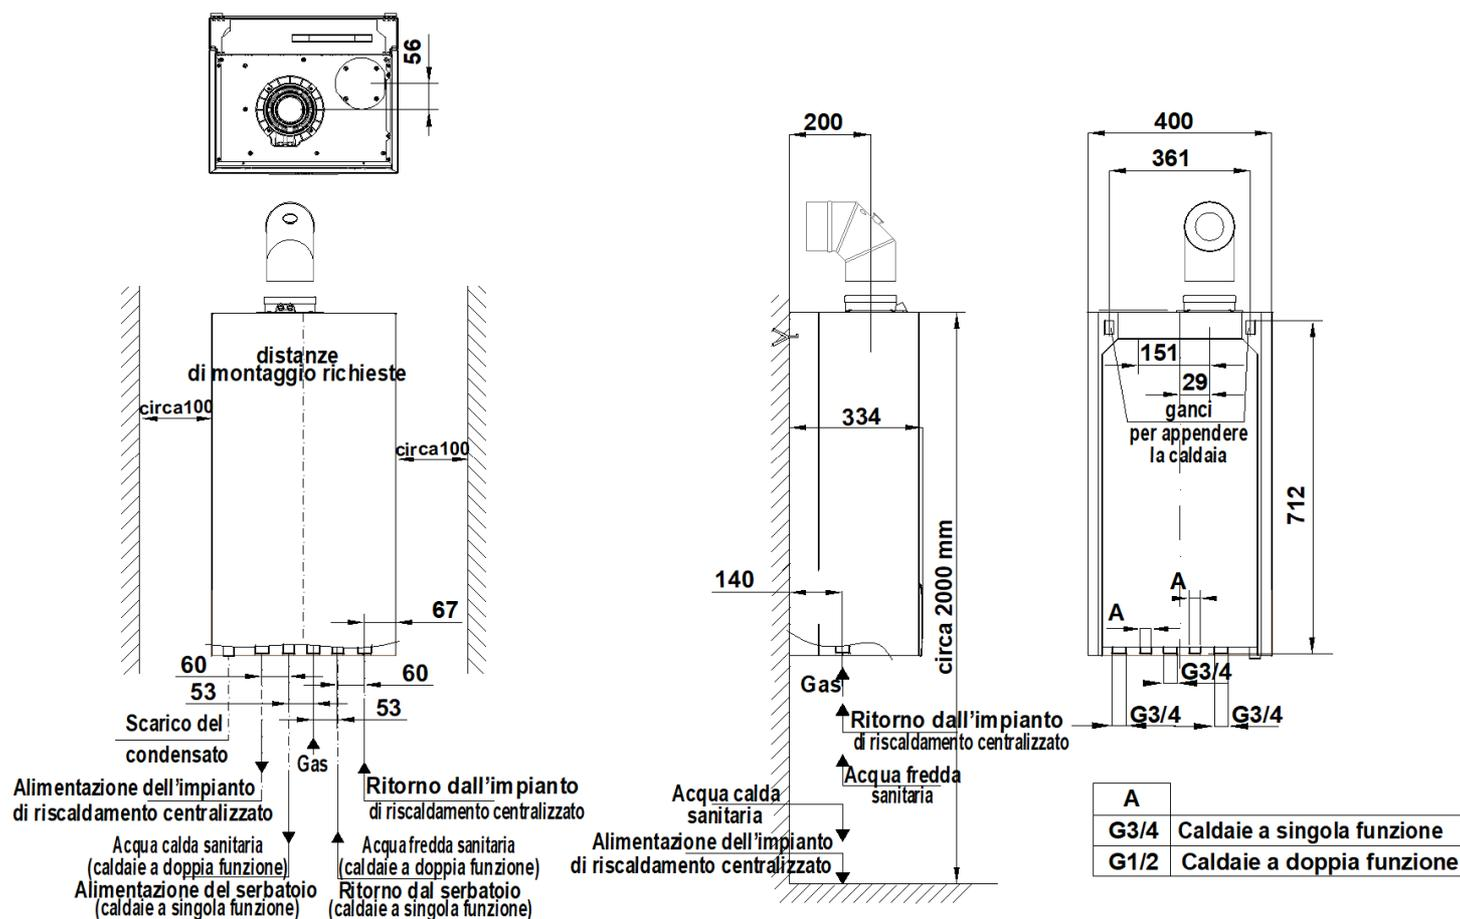

Fig. 3.3.1 Requisiti d'installazione delle caldaie
- Avvitare i raccordi d'alimentazione e di ritorno del riscaldamento centralizzato della caldaia a mezzo di connettori d'installazione. Il posizionamento dei raccordi è presentato sulla fig. 3.3.1.
- Si consiglia di far entrare l'acqua dalla valvola di sicurezza a 0,3 MPa (3 bar) (pos.25) alla canalina di scarico a mezzo di tubo o di tubo flessibile, in quanto il funzionamento della valvola può causare l'allagamento del locale, per il quale il fabbricante non è responsabile.